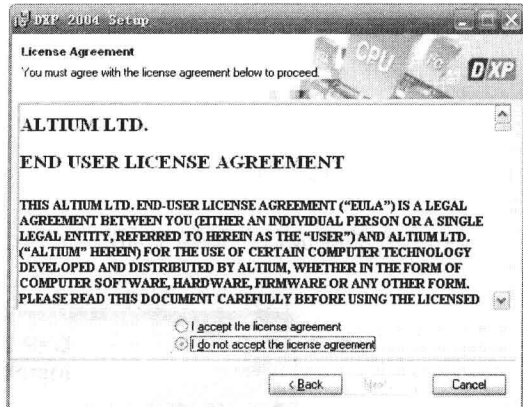

图 1-2 用户许可协议窗口
(2) 单击 **Next** 按钮, 弹出最终用户许可协议窗口, 如图 1-2 所示。